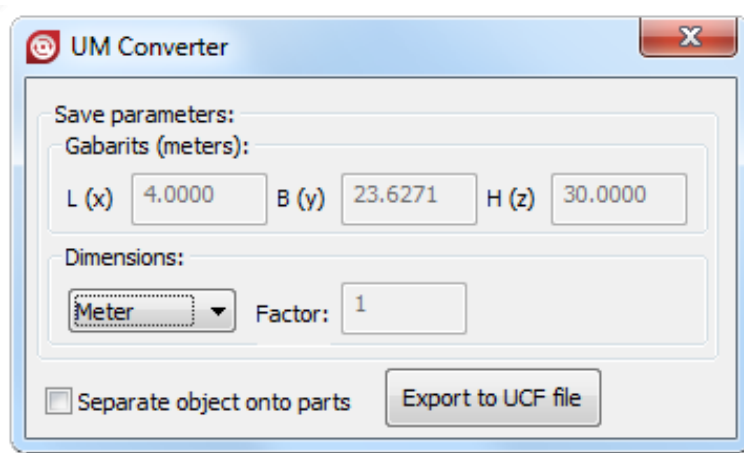

Рис. 9.8 Сохранения полученных данных в UM CAD файл
7) Завершив получение геометрических данных модели, приложение перейдет к следующему шагу – сохранению полученных данных в файл формата **UM CAD (*.ucf)**. В окне сохранения полученных данных отображаются габариты загруженной модели в метрах, их можно увидеть в подгруппе **Gabarits (meters)**, см. рис. 9.8. Если полученные габариты модели являются некорректными, то их можно изменить, используя выпадающий список в группе **Dimensions**. В списке можно выбрать преобразование, как к стандартным единицам измерения (**Inch, Foot...**), так и ввести свой фактор, выбрав пункт **Factor** и введя необходимый коэффициент в поле **Factor**. Если загруженная модель является сборкой, а не одной частью и необходимо её разделить на подобъекты, то для этого следует установить флаг **Separate object onto parts**.